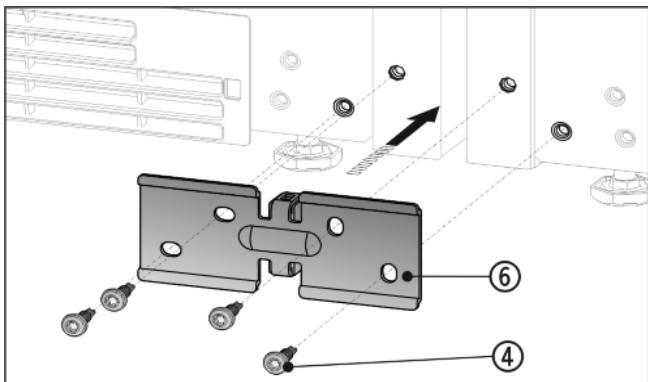

Fig. 8
- Winkel Fig. 8 (6) mit dem Distanzstück zwischen die Geräte schieben und mit 4 Schrauben Fig. 8 (4) lose anschrauben.